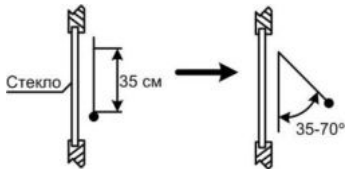

Рис.5 Проверка работоспособности АК канала
- испытательный стальной шар диаметром 21...22 мм и массой 32...48 г., подвешенный на нити длиной 35 см, разместить непосредственно у стекла, не касаясь его (рис.5);